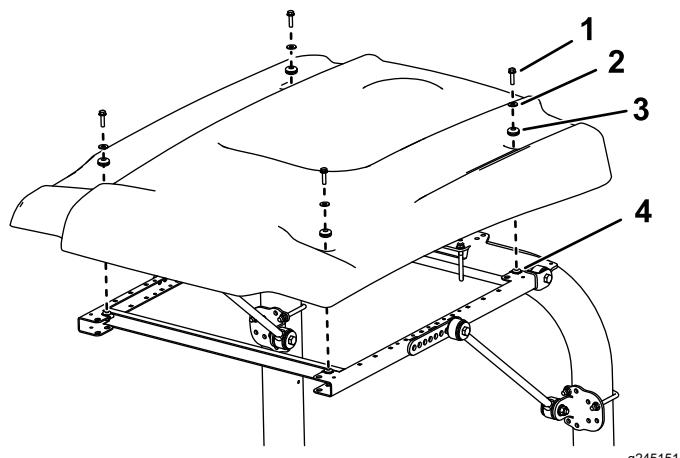

Bild 21
16. Positionieren Sie das Sonnendach beim Ausfluchten der Befestigungslöcher am Rahmen wie in Bild 21 abgebildet.
17. Befestigen Sie jede Ecke des Sonnendachs mit einer Bundkopfschraube (5/16" x 1 1/4"), einer kleinen Scheiben und einer Scheibe lose am Rahmen (Bild 21).